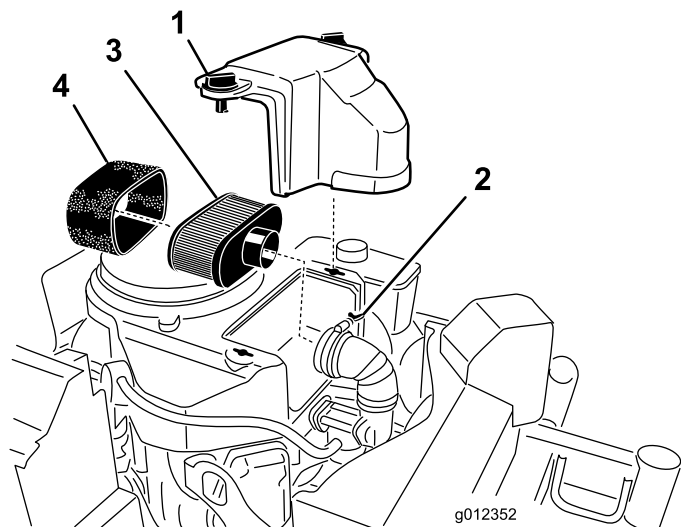

図 40
3. エアクリーナを外したときエンジン内部に異物が入らないよう、周辺をきれいに拭く（図 40）。
4. エアクリーナのカバーのノブのねじをゆるめてカバーを外す（図 40）。
5. エアクリーナのホースクランプをゆるめてエアクリーナアセンブリを外す（図 40）。
6. ペーパー・エレメントからスポンジエレメントを注意深く取り外す（図 40）。
1. ペーパー・フィルタは清掃しないで交換する（図 40）。
1. ペーパー・エレメントにスポンジエレメントを注意深く取り付ける（図 40）。
2. エア・クリーナのベース、またはホース、にエア・クリーナ・アセンブリを取り付けて固定する（図 40）。
3. エアクリーナのカバーを取り付け、ノブを締め付けて固定する（図 40）。